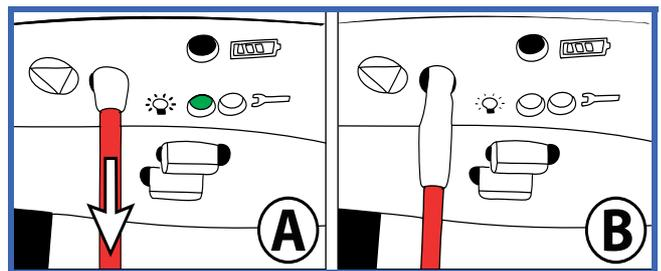

Abb. 9
- 1) Ziehen Sie hierfür die rote Notausschnur vorsichtig einmal, bis ein Klicken zu hören ist (siehe Abb. 9 - A). Sie werden feststellen, dass sich der Kunststoffeinsatz des Rückstellschalters oben an der roten Schnur gesenkt hat (siehe Abb. 9 - B). Außerdem ist die grüne Betriebsanzeige erloschen. Bei der Betätigung des Notausystems wird der Bewohner/Patient langsam gesenkt. Dieser Vorgang ist normal.